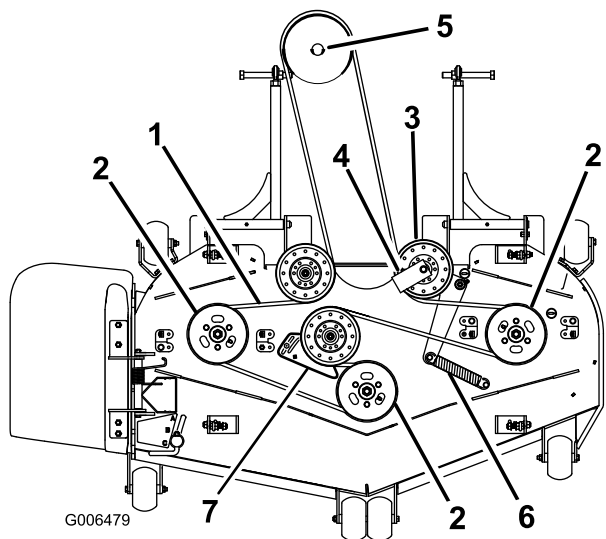
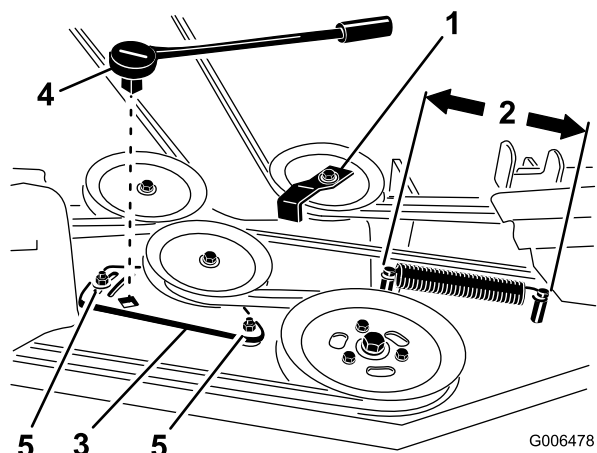

Figure 64
Figure 66
4. Pour les tabliers de 72 pouces, desserrez les boulons de fixation de la plaque de la poulie de tension (Figure 66).
6. Enlevez le guide de courroie de la poulie de tension rappelée par ressort, comme montré à la voir Figure 64 et la Figure 66.
8. Acheminez la courroie neuve autour des poulies du tablier de coupe et de la poulie du boîtier d'engrenages, sous le moteur (Figure 64).
9. Montez le guide de courroie sur la poulie de tension rappelée par ressort à un angle de 45 degrés comme illustré à la Figure 64 et Figure 66. Serrez le boulon à un couple de 37 à 45 Nm (27 à 33 pi-lb).
10. Montez le ressort de la poulie de tension sur les deux ergots (Figure 64 et Figure 66).
4. Mesurez la longueur du ressort (Figure 66). Si elle est comprise entre 25,4 et 26 cm (10 et 10-1/4 po), d'un ergot à l'autre, aucun réglage n'est nécessaire.
5. Desserrez les boulons de fixation de la plaque du bras de tension (Figure 66).
6. Insérez un manche à rochet ou une barre de levier dans le trou carré de la plaque pour régler la tension (Figure 66).
7. Tournez le manche à rochet ou la barre de levier pour déplacer la plaque jusqu'à ce que la longueur du ressort atteigne 25,4 à 26 cm (10 à 10-1/4 po) entre les ergots, comme montré à la Figure 66.
8. Tout en maintenant la courroie tendue, serrez les boulons de fixation de la plaque du bras de tension (Figure 66).